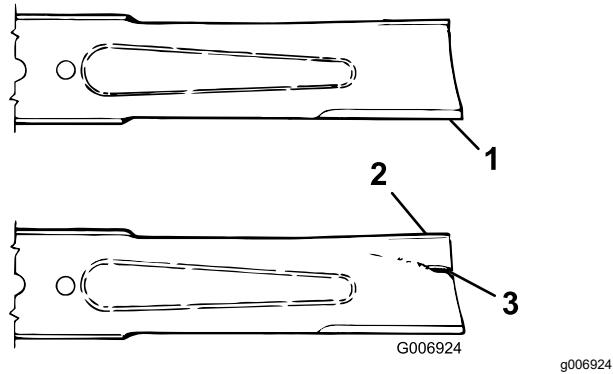

Figura 15
- Examine cuidadosamente as extremidades da lâmina, prestando especial atenção à zona onde se encontram as partes curvas e planas da lâmina (Figura 15). Verifique o estado da lâmina antes da operação de corte, pois a areia e outros materiais abrasivos podem ter desgastado o metal que liga as partes curva e plana da lâmina. Se notar algum desgaste (Figura 15), substitua a lâmina; consulte “Remoção da lâmina de corte”.
Se a lâmina continuar a sofrer este tipo de desgaste irá formar-se uma ranhura entre a aba e a parte plana da lâmina (Figura 15). Eventualmente, pode soltar-se algum pedaço da lâmina e projetar-se, ferindo-o a si ou a qualquer pessoa próxima.